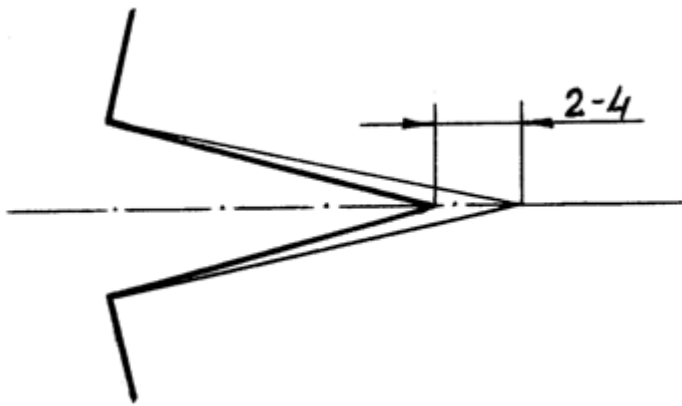

Рисунок 2 – Оформление внутреннего конца нагрудной вытачки
- внутренний конец нагрудной вытачки не доходит до центра выпуклости на 1,5 – 2,5см, что обеспечивает смягчение конусности получаемой формы (рисунок 2);